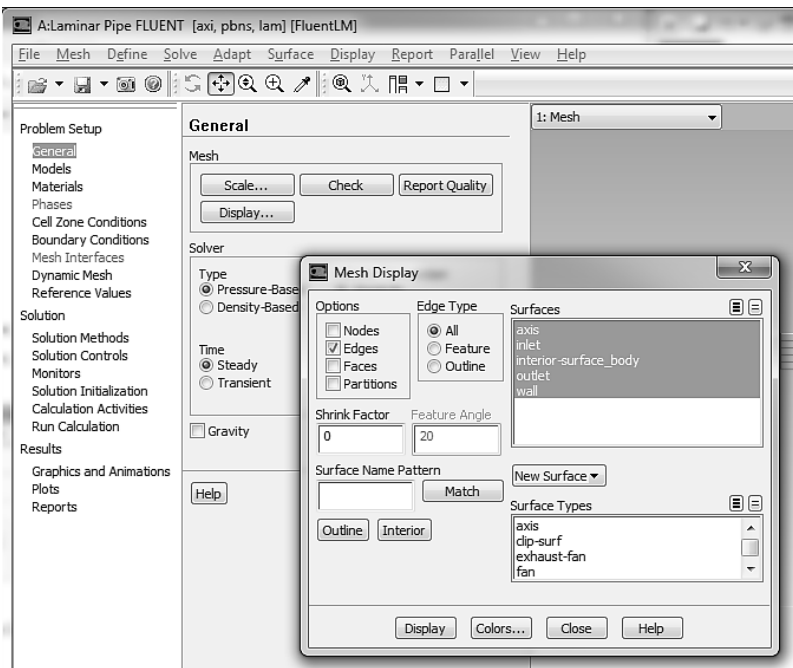

Рис. 1.37
- 4) Для изображения сетки в графическом окне следует в разделе Problem Setup, который находится в левой части рабочего окна, выбрать General, затем кликнуть по кнопке Display. Появится окно Mesh Display, рис. 1.37.